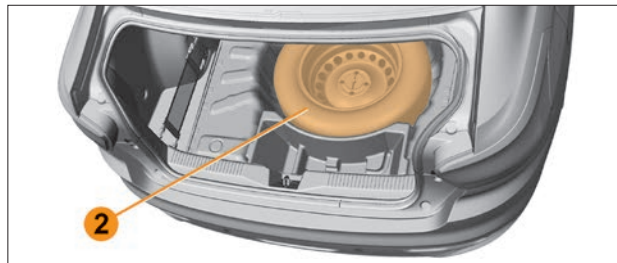
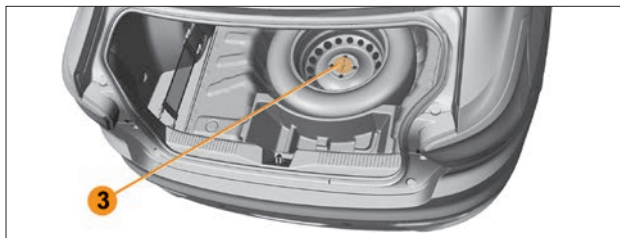

Рис. 6.8.2. Запасное колесо (в варианном исполнении)
Рис. 6.8.3. Винт крепления запасного колеса
3. Достаньте из багажного отделения запасное колесо **2** (рис. 6.8.2), предварительно открутив винт **3** (рис. 6.8.3). Также достаньте из органайзера колёсный ключ и домкрат (см. рис. 6.1.1 и 6.1.2).